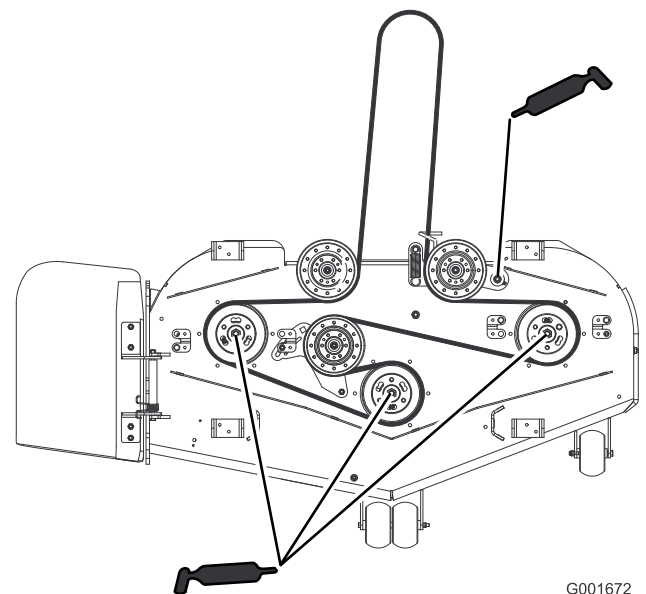

Figure 31
4. Lubrifiez les roulements des trois axes sous les poulies jusqu'à ce que la graisse sorte par les joints inférieurs (Figure 31).
5. Graissez le bras de la poulie de tension sur le plateau de coupe (Figure 31).